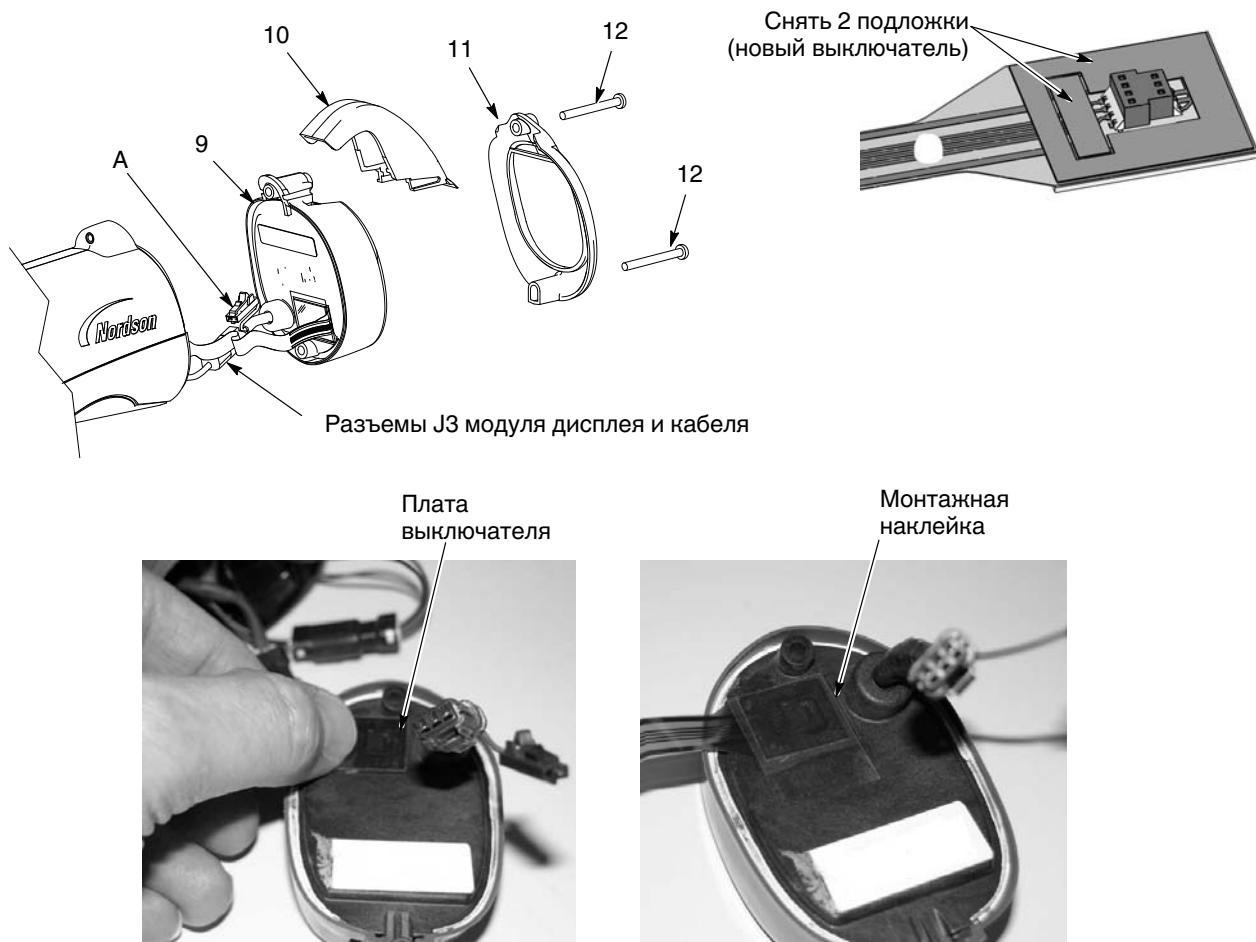

Рис. 6-2 Замена модуля дисплея
1. Тщательно очистить монтажную поверхность платы выключателя спусковой клавиши и прилегающую поверхность модуля дисплея (9) с помощью изопропилового спирта. Перед продолжением работы дать поверхности полностью высохнуть.
2. Если устанавливается новый выключатель спусковой клавиши, снять две подложки со стороны разъема на плате выключателя спусковой клавиши, как показано на рис. 6-2.
5. Соединить разъемы J3 модуля дисплея и кабеля. Для этого варианта распылителя наконечник провода заземления (A) не используется.
7. Надвинуть крючок (10) на модуль дисплея, затем поставить рамку (11).
8. Поставить и затянуть винты (12).
- См. рис. 6-2. Установить модуль дисплея, как описано под заголовком *Модуль дисплея, установка* на стр. 6-2.
- Вставить узел электродра (3) в конец выпускной трубы в передней части корпуса распылителя. Соблюдать осторожность, чтобы не погнуть и не сломать проволочный электрод.
- Установить форсунку (2) на узел электродра, проследив, чтобы выступы узла электродра вошли в пазы на форсунке.
- Поставить гайку (1) на форсунку и затянуть, поворачивая по часовой стрелке.